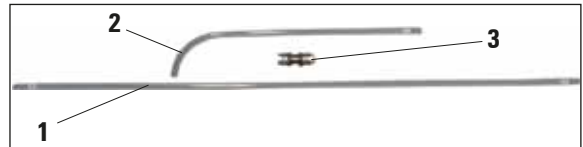
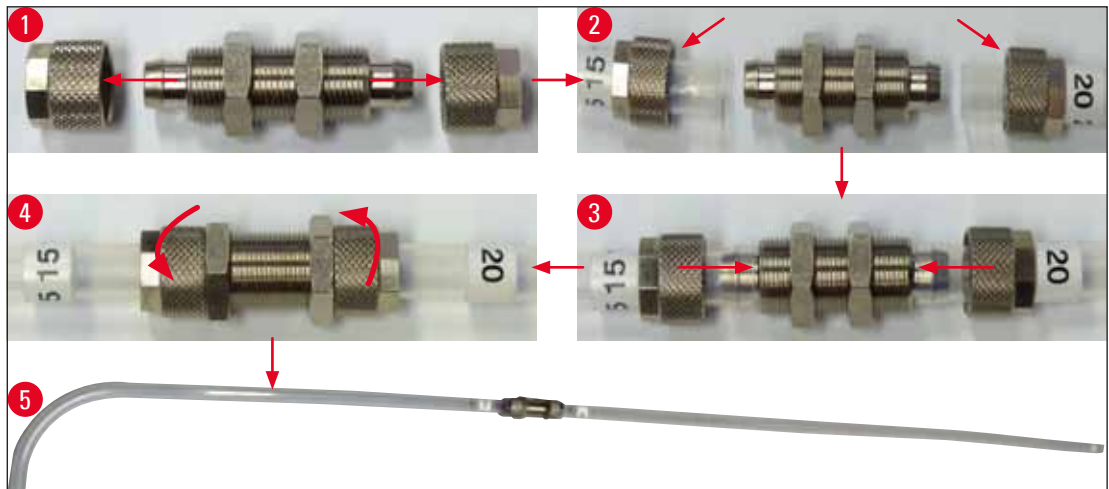

Fig. 88
Fig. 89
- 1 tubo recto con la marca "20" (fig. 88, 1)
- 1 tubo curvado con la marca "15" (fig. 88, 2)
- 1 acoplamiento (fig. 88, 3)
1. Desenroscar las dos tuercas (fig. 89, 1) del acoplamiento (fig. 88, 3).
2. Encajar una de las tuercas en el tubo identificado con la marca "20", y la otra en el extremo recto del tubo identificado con la marca "15" (fig. 89, 2).
3. Calar el extremo recto del tubo identificado con la marca "15" en uno de los niples del acoplamiento, y el tubo identificado con la marca "20" en el niple del lado contrario. Asegurarse de que ambos tubos estén calados al máximo en los niples correspondientes (fig. 89, 3).
4. Finalmente, enroscar las dos tuercas con firmeza en las roscas correspondientes (fig. 89, 4) del acoplamiento de modo que los tubos queden fijados (fig. 89, 5).